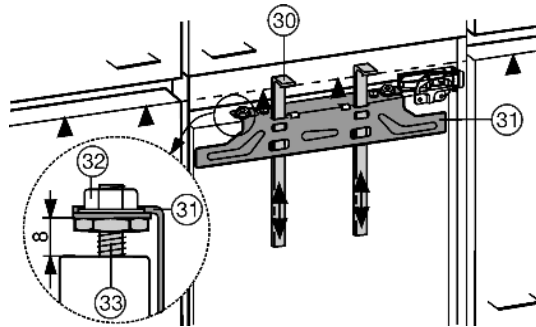
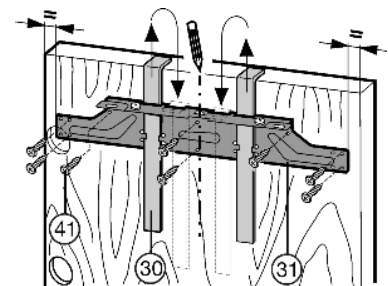

Fig. 25
Fig. 26
Les dispositifs de montage Fig. 25 (30) sont requis pour les deux portes. C'est pourquoi il faut monter les portes du placard l'une après l'autre.
- ▶ Glisser les auxiliaires de montage Fig. 25 (30) à la hauteur de la porte du placard. Arête inférieure de butée ▲ de l'auxiliaire de montage = arête supérieure de la porte de placard à monter.
- ▶ Dévisser la traverse de fixation Fig. 26 (31) au moyen des contre-écrous Fig. 25 (32).
- ▶ Accrocher la traverse de fixation Fig. 26 (31) avec les auxiliaires de montage Fig. 26 (30) à l'intérieur de la porte de placard.
- ▶ Aligner la traverse de fixation Fig. 26 (31) au centre : tracer la ligne courte médiane sur la porte de meuble et venir y placer la pointe de flèche de la traverse.
- ▶ Visser la traverse de fixation Fig. 26 (31) avec au moins 6 vis Fig. 26 (41).
- ▶ Visser la traverse de fixation Fig. 26 (31) avec 4 vis Fig. 26 (41) au bord.
- ▶ Tirer les dispositifs de montage Fig. 26 (30) vers le haut, les tourner de 180° et les enfoncer dans les logements qui se trouvent à côté.